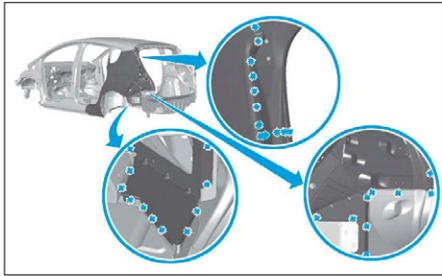

FIG. 163
- Dépointer et fraiser comme illustré (Fig.163).